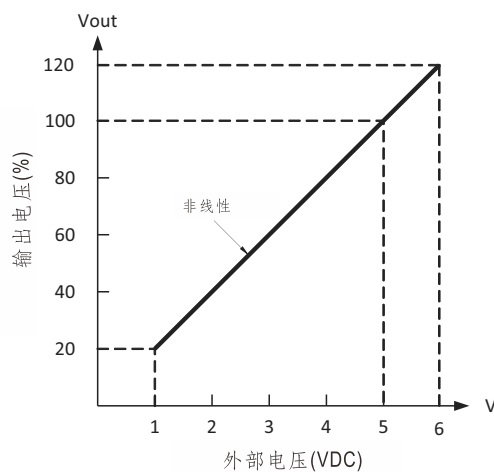

图3.2
(3) 输出电压可调范围为20 ~ 120%(typ.)额定电压，如图3.2所示